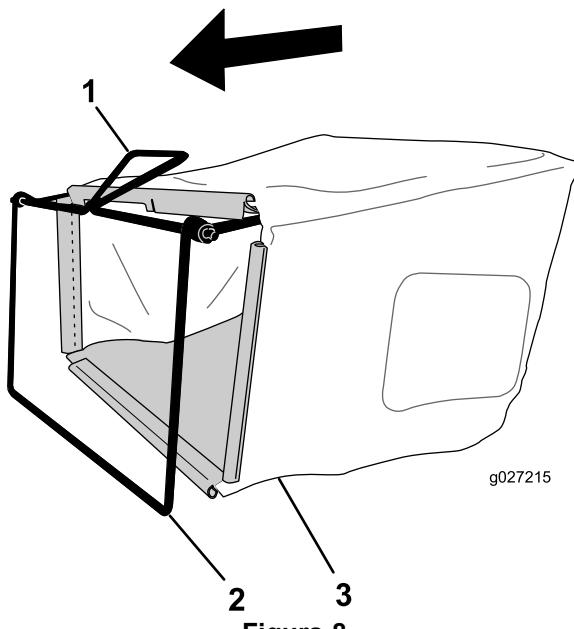

Figura 8
- Coloque la bolsa de recogida sobre el bastidor, según se muestra en Figura 8.
Nota: No coloque la bolsa sobre el manillar (Figura 8).